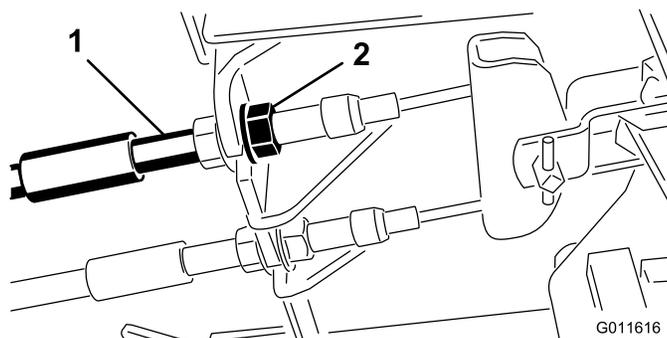

Figura 35
1. Per ridurre il gioco dei pedali del freno, stringete i freni allentando il dado anteriore sull'estremità filettata del cavo del freno (Figura 35).